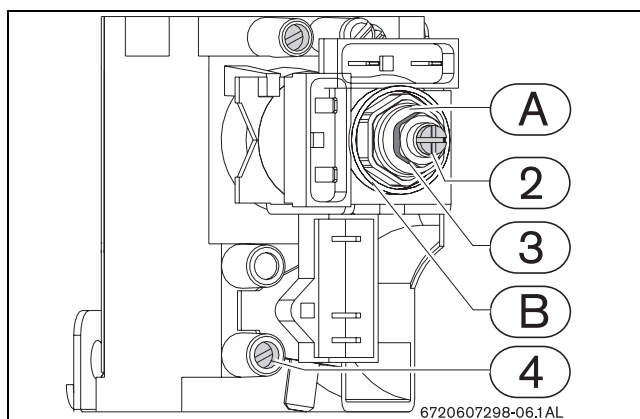

Fig. 26
- ▶ En utilisant la vis de réglage (→Fig. 26, [2]) régler la pression jusqu'à atteindre les valeurs indiquées dans le table 17.